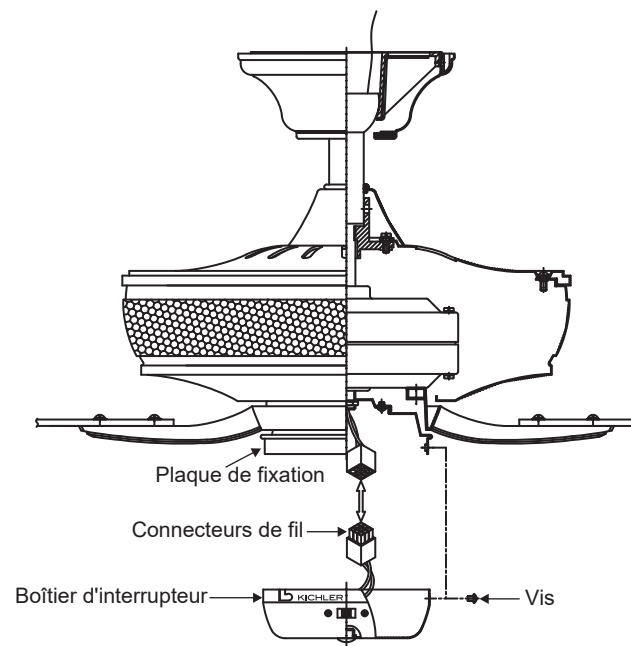

Fig. 18
Étape 2. Pousser délicatement tous les fils dans le boîtier d'interrupteur. Fixer le boîtier d'interrupteur à la plaque de montage avec les vis fournies. S'assurer que toutes les vis sont serrées. (Fig. 18)